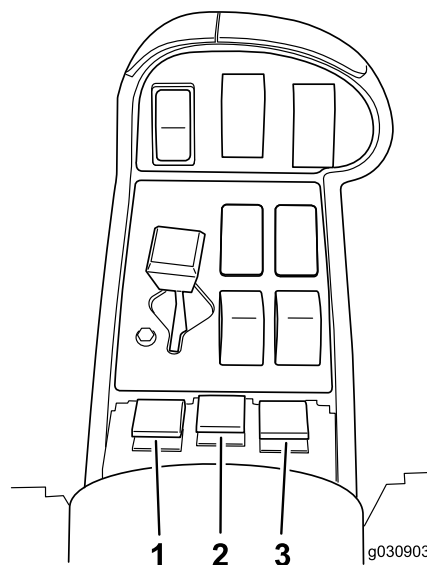

Figura 18
9. Rode os interruptores de secção (localizado entre os bancos) para a posição ON (Figura 18).